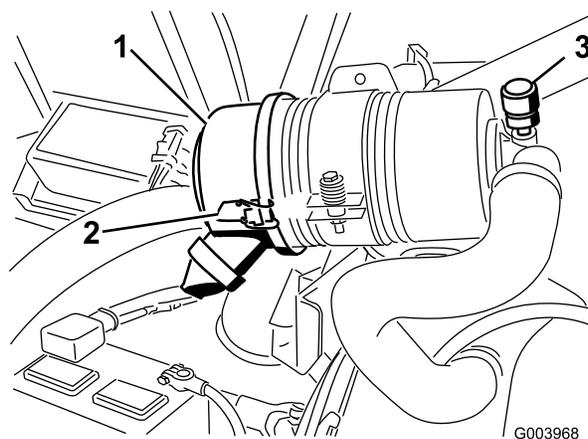

Рисунок 49
Обслуживание фильтра воздухоочистителя следует производить только после покраснения индикатора необходимости технического обслуживания (Рисунок 49). Замена воздушного фильтра без необходимости ведет лишь к повышению вероятности попадания грязи в двигатель при извлечении фильтра.
1. Отпустите защелки, фиксирующие крышку воздухоочистителя на его корпусе (Рисунок 49).